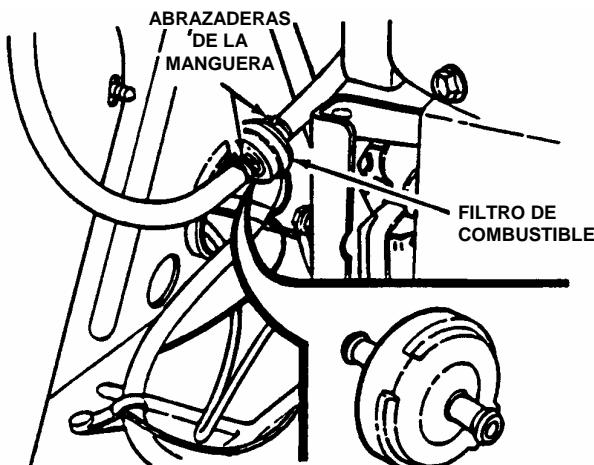

FIGURA 3.11
3. Instale un filtro de combustible nuevo. Vea la figura 3.11.
Antes de retirar el depósito de combustible del cortacésped con motor trasero, traslade la máquina a un lugar al aire libre donde los vapores pueda disiparse fácilmente. El depósito se retira por el lado izquierdo de la máquina tirándolo recto hacia arriba y separándolo de su soporte. Vea la figura 3.11. Mientras sujetá el depósito, quite la tapa de llenado de combustible y vierta el combustible restante a un recipiente aprobado.